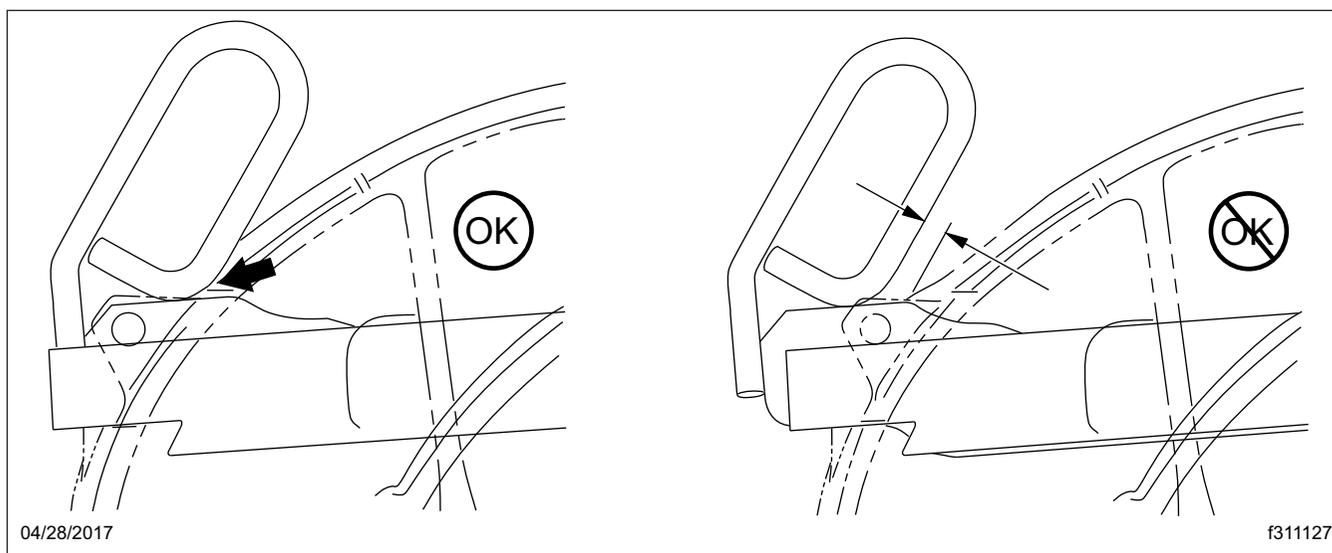

Figura 17.8, Manija de liberación de Jost en posición de bloqueo
12. Asegúrese de que la manija de liberación esté en la posición de cerrado, junto a la fundición. Vea la Figura 17.8.